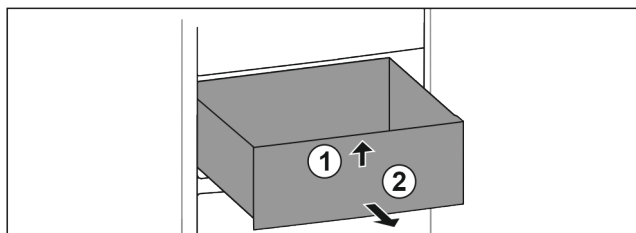

Fig. 26
- ▶ Nadzvedněte zásuvku vpředu. Fig. 26 (1)
- ▶ Vyjměte zásuvku dopředu. Fig. 26 (2)